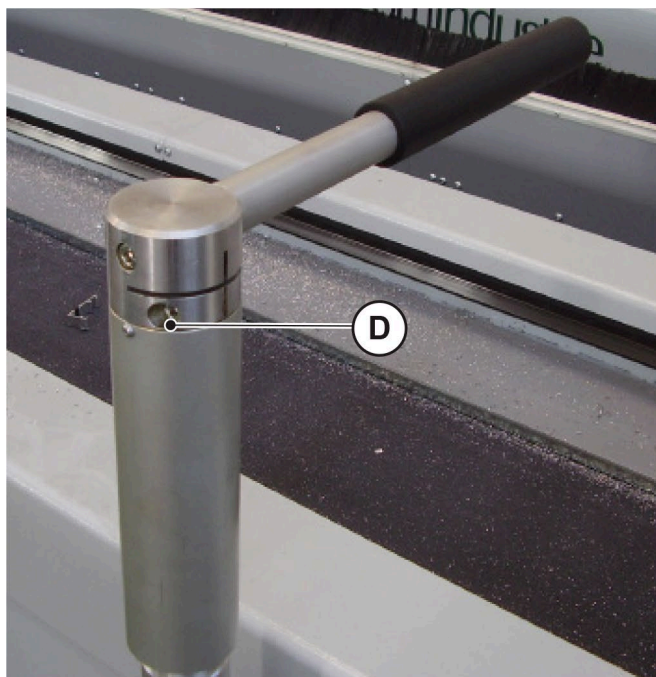

Fig. 09-06
- retire a camisa de suporte acionando o parafuso “D” (**Fig. 09-06**);
- fixe novamente a camisa do suporte de perfil, atuando no parafuso “D” (**Fig. 09-06**), verificando se a posição do suporte está perpendicular à bancada.